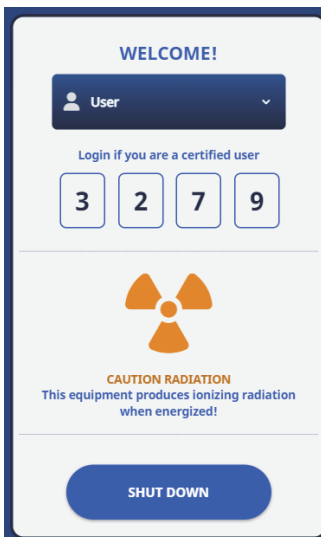

Figure 3-13 Écran d'accueil
3. Dans l'écran d'accueil, appuyez sur **SHUT DOWN** (Arrêter) (voir Figure 3-13 à la page 74).
2. Dans l'écran d'accueil, appuyez sur SHUT DOWN (Arrêter) (voir Figure 3-13 à la page 74).